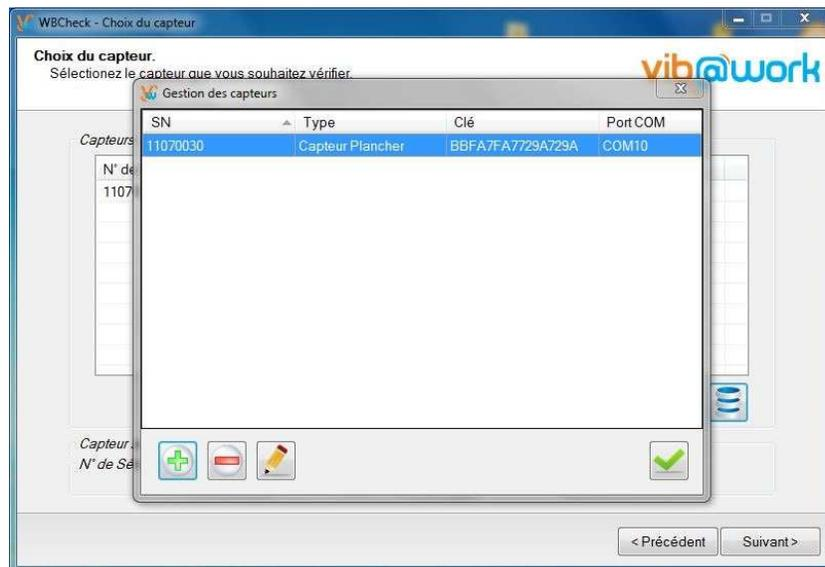

Figure 5 : Gestion des capteurs
- Cliquez sur le bouton . La fenêtre de gestion des capteurs s'ouvre (Figure 5). On y retrouve la liste des capteurs déjà enregistrés préalablement. Si vous configurez votre premier capteur, cette liste est vide.